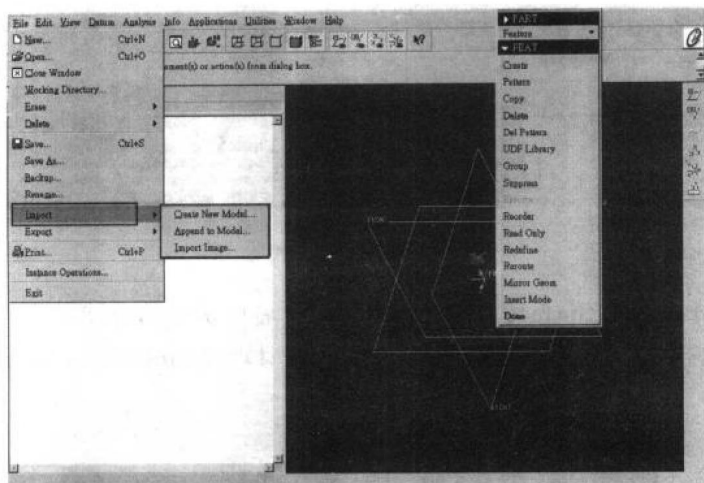

图1-6
(3) 界面 (Interface): 此种特征的功能是, 提供一种输入与输出方式, 来结合不同的绘图文件格式, 以方便设计者在设计产品零件时, 可以结合不同的设计软件所提供的功能来快速地完成产品的设计 (如图1-6所示)。